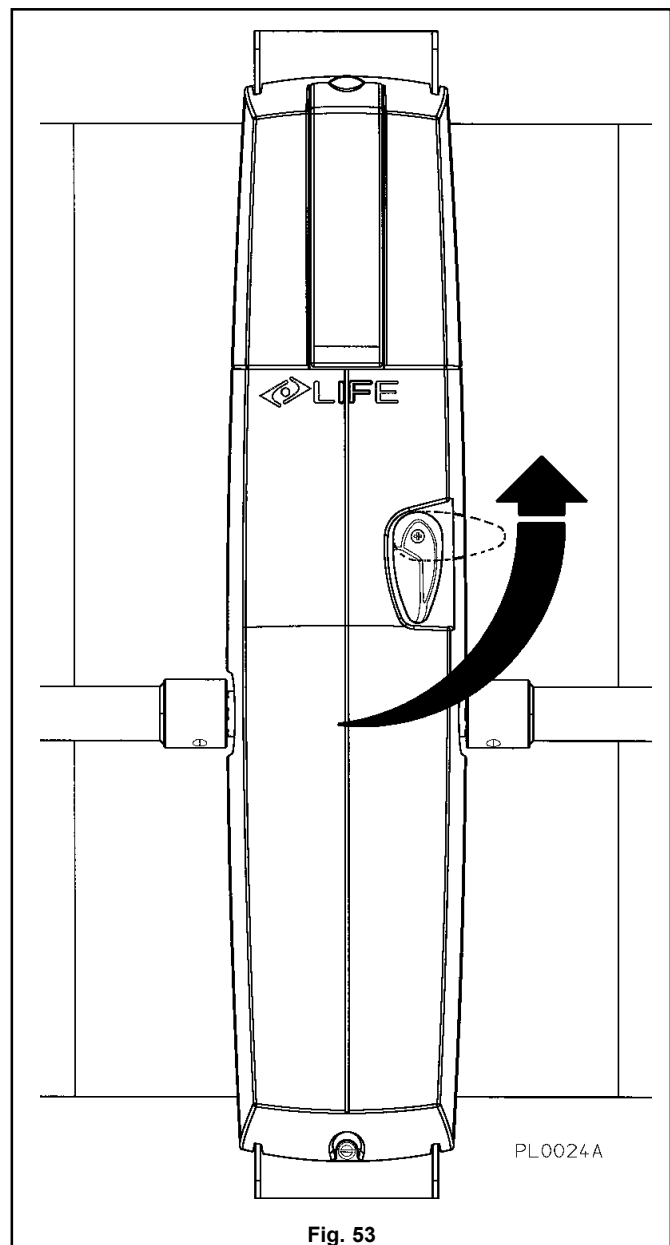

Fig. 53
- Tourner la poignée de déverrouillage dans le sens contraire des aiguilles d'une montre (1 fig. 53).